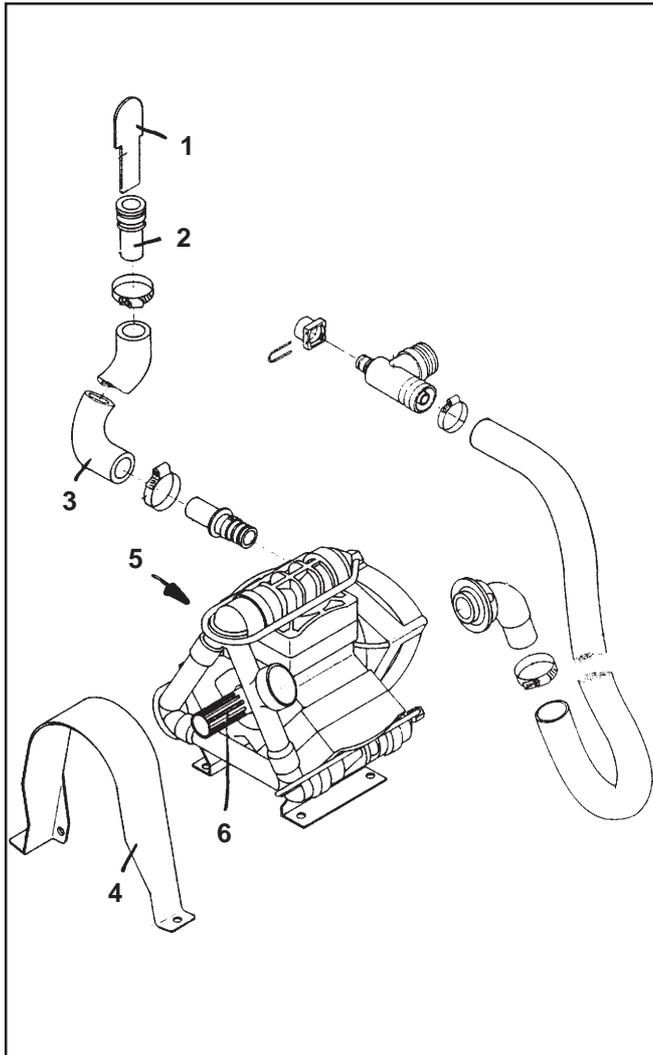

Рис. 9.1
- Снять крышку со сливного патрубка (рис. 9.1/5, 9.2/1, 9.3/5) и мембрану (только у 6-ти цилиндрических поршневых насосов).